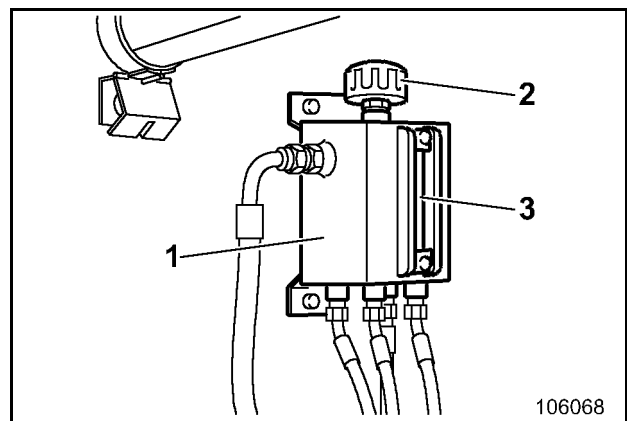

Fig. 3-100
Der Ölstand in den Vorkammern ist am Füllstandsanzeiger (3, Fig. 3-100) im Nachlaufbehälter (1) sichtbar.